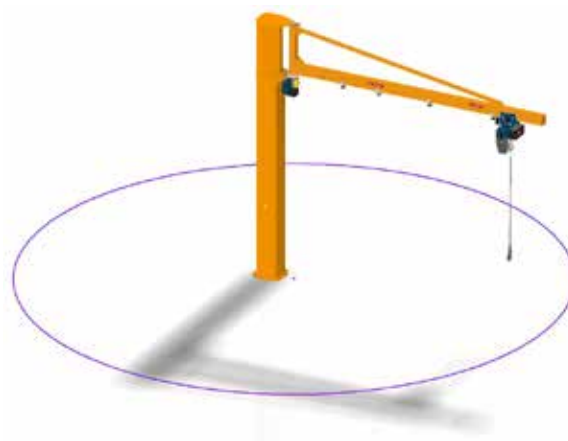

fig.17
3. Vérifier l'adéquation des manoeuvres de la potence avec d'autres appareils situés à proximité (fig. 17);